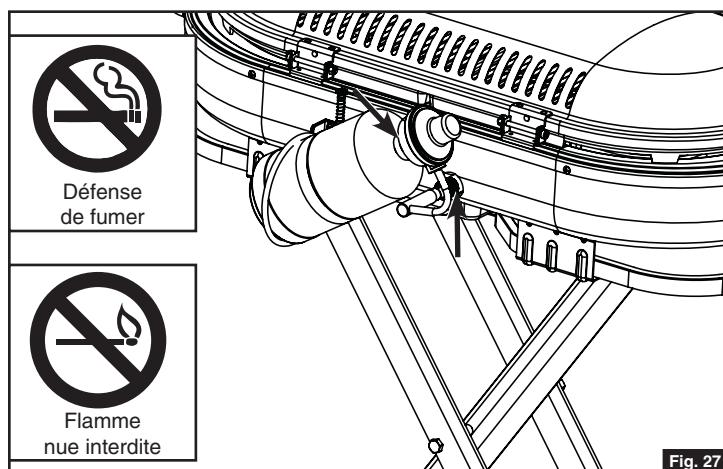

Fig. 27
- Appliquez la solution savonneuse aux raccordements indiqués par les flèches (fig. 27). S'il se produit des bulles à ces endroits, il y a une fuite.